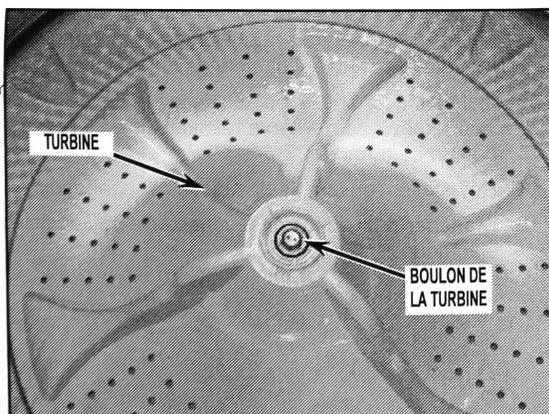

FIGURE 2
- Enlever la turbine. Enlever le couvercle qui recouvre le boulon de la turbine avec un tournevis à lame plate. Enlever le boulon de la turbine, puis tirer sur la turbine pour l'enlever. Voir la *Figure 2*.